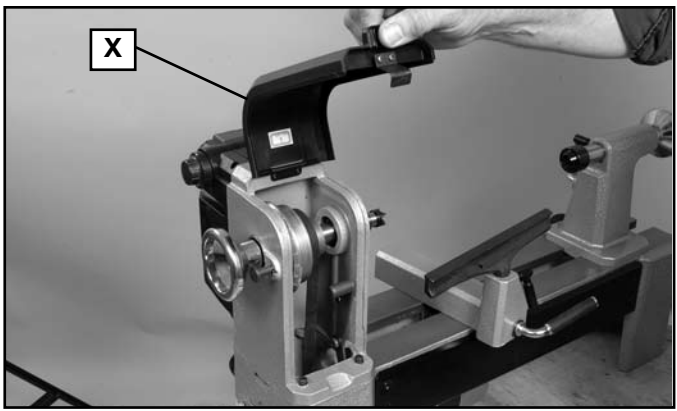
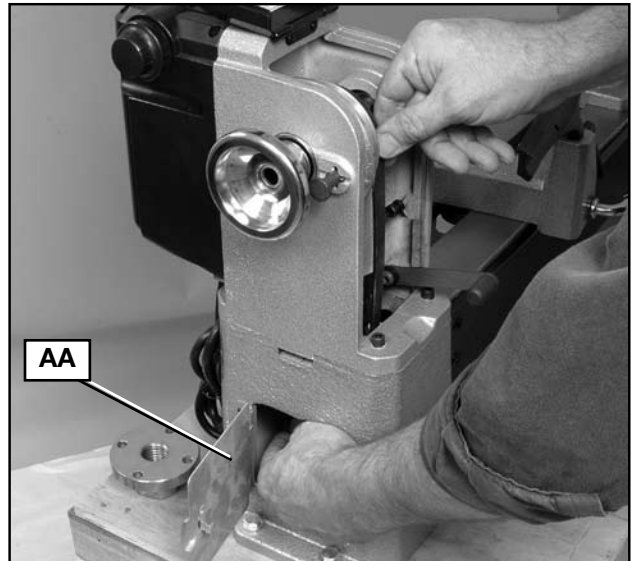
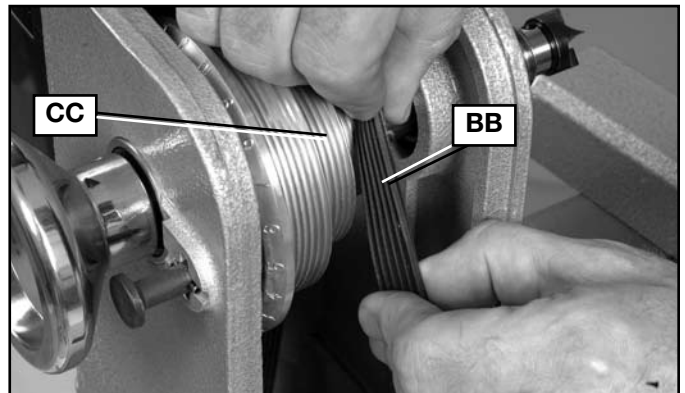

Fig. 14
Fig. 16
Fig. 17
1. Soulever le couvercle (X) du logement des poulies, fig. 14.
3. Ouvrir le panneau inférieur latéral (AA), fig. 16, et déplacer la courroie sur le palier de la poulie voulue en fonction du régime recherché voir le tableau apposé sur la face interne du couvercle (X), fig. 14. **REMARQUE :** s'assurer que les rainures de la face interne de la courroie (BB), fig. 17, s'insèrent dans les encoches (CC) correspondantes des deux poulies et que la courroie ne pend pas sur le côté de la poulie.
5. Refermer solidement le panneau inférieur latéral (AA), fig. 16, et le couvercle du logement des poulies (X), fig. 14.
1. Ouvrir le couvercle du logement des poulies (X), fig. 14, et le panneau latéral (AA), fig. 16.
5. Fermer solidement le panneau inférieur latéral (AA), fig. 16, et le couvercle du logement des poulies (X), fig. 14.